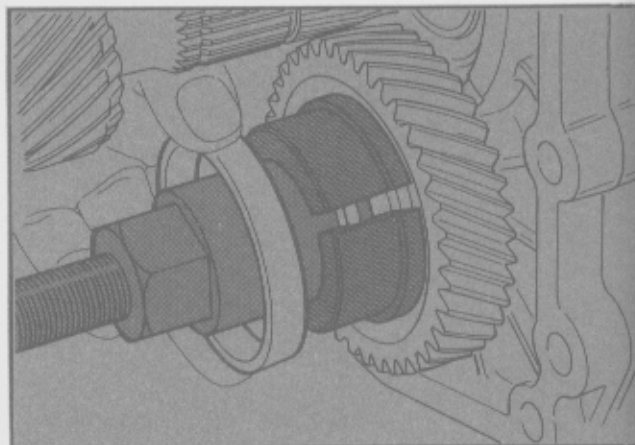

Fig. 20 - Instalación de la herramienta especial al engranaje de 5ta. velocidad.
- Extraer el engranaje de 5ta. del quintuple mediante la herramienta especial T82G-7111-BAS. Retirar el espaciador (Fig. 20).